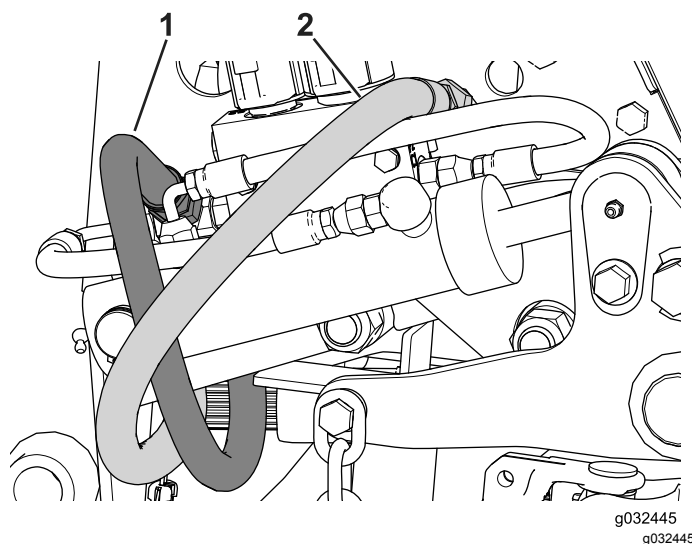

**Рисунок 54**
2. Подставьте под раму две подъемные опоры для поддержки задней части машины (**Рисунок 54**).